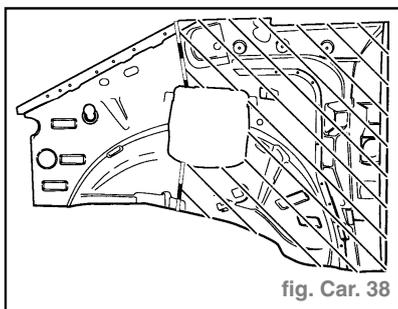

fig. Car. 38
- Reporter la ligne de coupe sur la pièce neuve et découper la zone hachurée (fig. Car. 38).